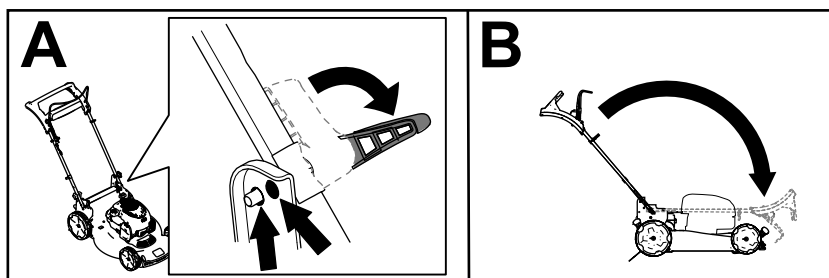

Figura 19
2. Disinnestate i fermi della stegola finché non è possibile muovere liberamente la stegola superiore (A della Figura 19)
3. Piegate la stegola in avanti, in posizione completamente in avanti (B della Figura 19).